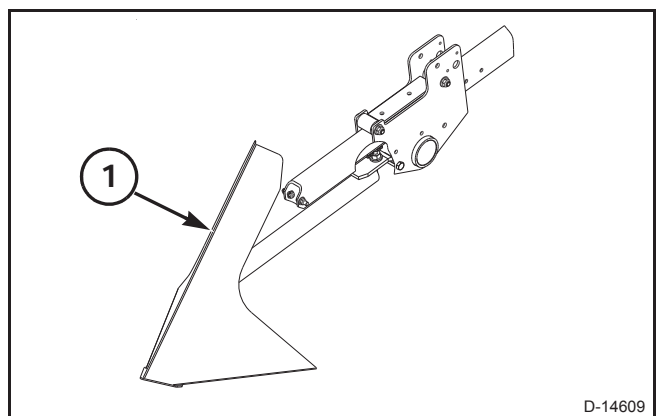

FIG. 25
FIG. 25: El divisor del molinete (1) está disponible en el kit de campo. El divisor del molinete es utilizado para impedir que plantaciones altas queden enrolladas en las extremidades del molinete.